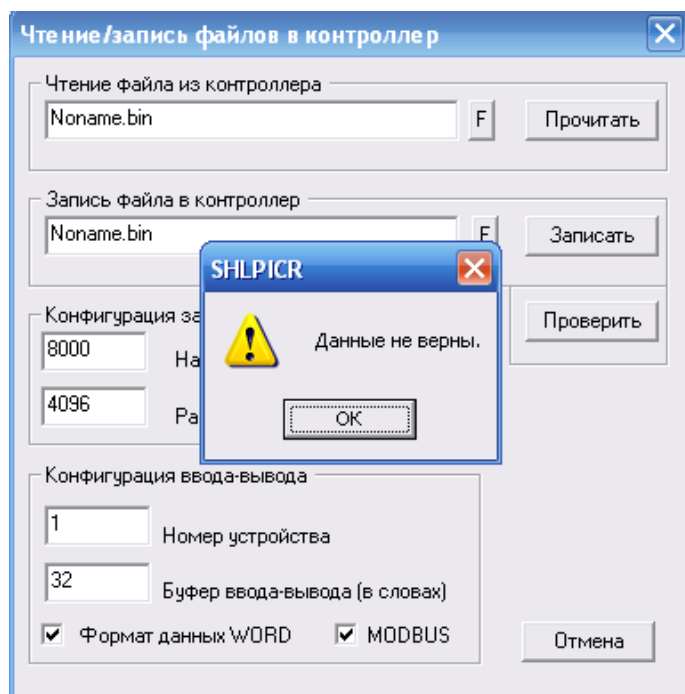

Рисунок 2.6
**2.4.3.4** По мере выполнения записи программы прогрессбар будет заполняться. По окончании записи программы прогрессбар закроется. Для верификации данных рекомендуется так же нажать кнопку «Проверить». В этом случае также откроется прогрессбар, отображающий процесс выполнение верификации. Если ошибок нет прогрессбар закроется, если же произошли ошибки при записи программы, будет выведено окно с сообщением об ошибке – «Данные не верны» (рисунок 2.6).